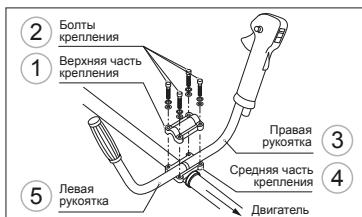

рис. 2
- Снимите верхнюю часть крепления рукояток (1, рис. 2), выкрутив 4 винта 2 (рис. 2). Установите рабочие рукоятки (3 и 5, рис. 2). Правая рукоятка (3, рис. 2) снабжена органами управления двигателем, курок правой рукоятки должен быть направлен в сторону редуктора.